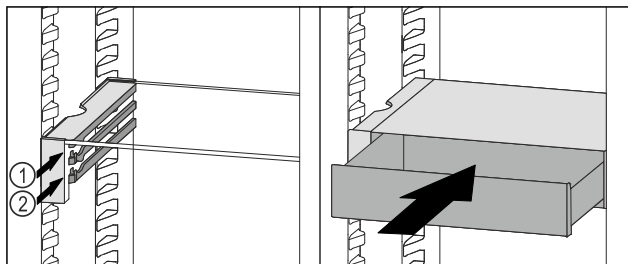

Fig. 220
- Posizionare il cassetto VarioSafe dietro i tappi sulla nervatura desiderata Fig. 220 (1) o Fig. 220 (2).